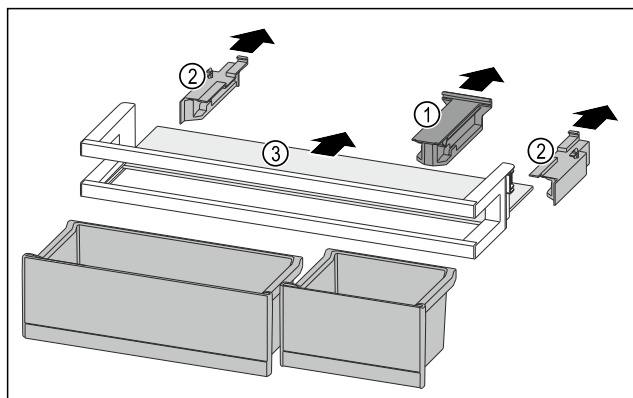

Fig. 133
- Držák Fig. 133 (1) stáhněte.
- Boční díly Fig. 133 (2) stáhněte.
- Odkládací plochu Fig. 133 (3) odeberte.